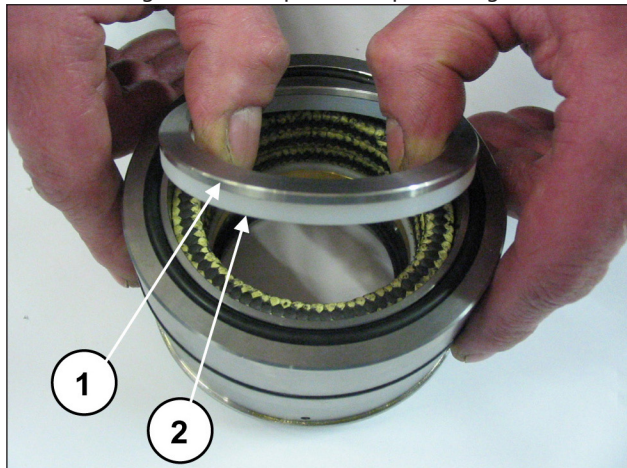
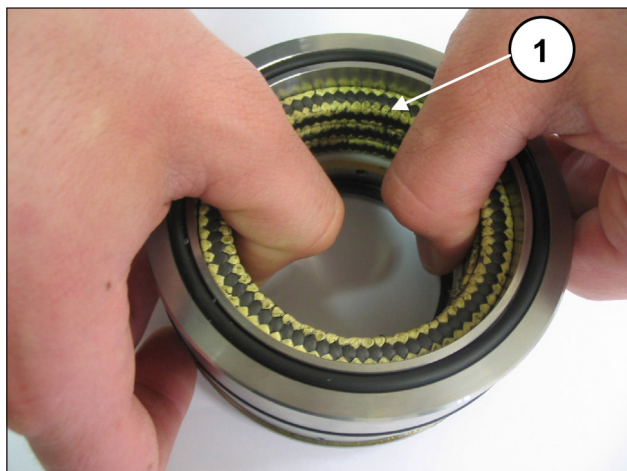

Fig. 191
Fig. 192
Separare il supporto guarnizioni dalla camicia, togliere l'anello per molla e l'anello raschiatore (pos. ①②, Fig. 191) per accedere alle guarnizioni di pressione (pos. ①, Fig. 192).